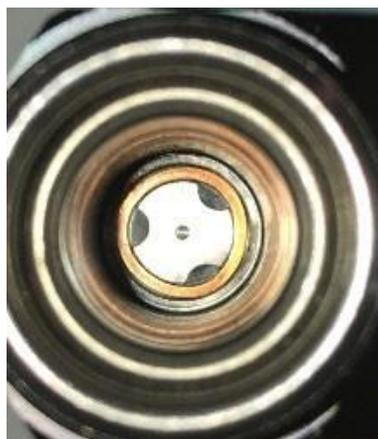

Figura 7-15:
10. Verifique la presencia del anillo de cobre en la parte inferior de la base del solenoide y verifique su integridad. **Vea la Figura 7-15.**